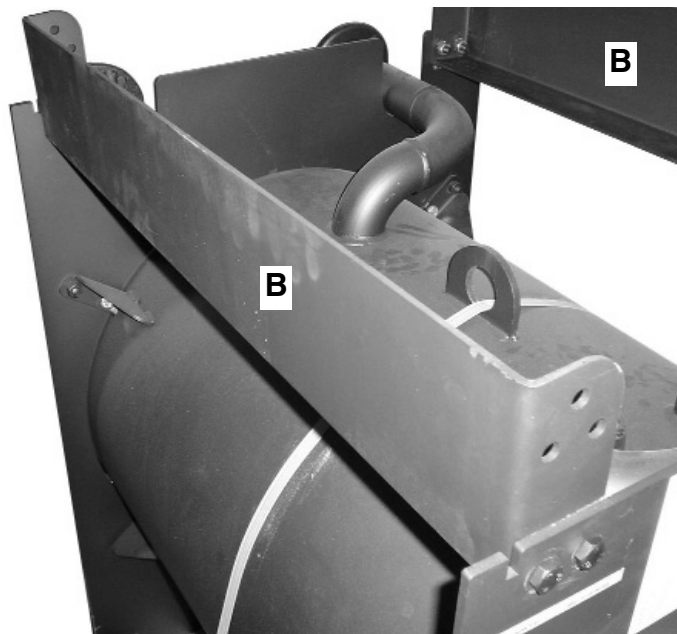

Fig. 10.2-2
- utilizzando le viti appena tolte, montare i supporti in dotazione **B** alla caldaia inferiore come indicato in fig. 10.2-2